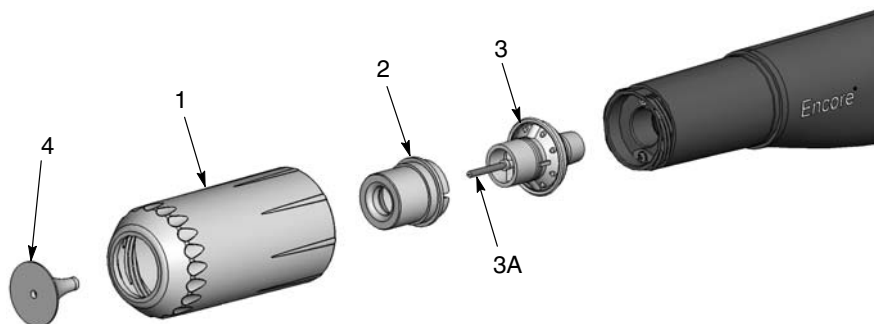

Bild 4-2 Byte av tillvalen avböjningshylsa och koniska munstycken.
1. Se bild 4-2. För att byta avböjningshylsan (4), drar man försiktigt av denna från elektroddelen (3). Om man endast skall byta avböjningshylsa, sätt i den nya i elektroddelen, och var försiktig så att inte elektroden böjs.
2. För att byta hela munstycket, skruva moturs av munstycksmuttern (1).
3. Drag av det koniska munstycket (2) från elektroddelen.